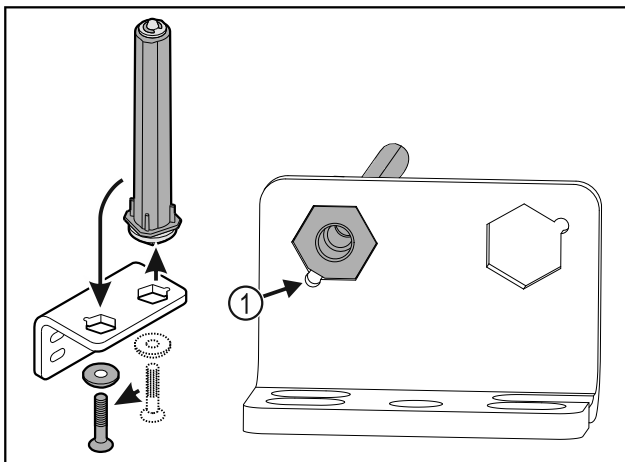

Fig. 39
- ▶ Звертати увагу на те, щоб при вставці нахил пальця Fig. 39 (1) показував на круглий отвір.